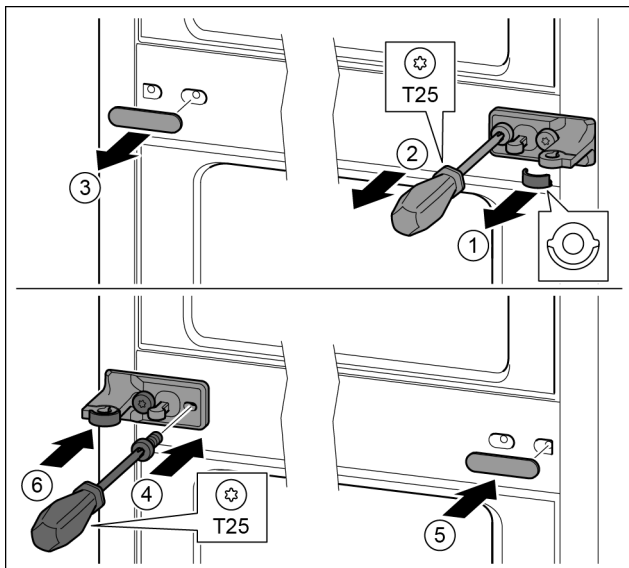

Fig. 29
- ▶ Снять шайбу. Fig. 29 (1)
- ▶ Выкрутить винты отверткой T25. Fig. 29 (2)
- ▶ Осторожно снять крышку. Fig. 29 (3)
- ▶ Плотно прикрутить опорный кронштейн с подкладкой с поворотом на 180° с другой стороны. Fig. 29 (4)
- ▶ Установить крышку с поворотом на 180° с другой стороны. Fig. 29 (5)
- ▶ Спереди надвинуть шайбу. Fig. 29 (6)